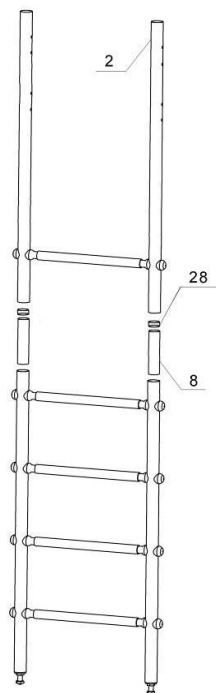

Рисунок 3
3.6. Установить нижнюю перекладину на верхнюю часть лестницы, как показано на рис. 3.
3.7. Используя соединительную втулку (поз.8) и стыковочное кольцо (поз.28) собрать верхние стойки (поз.2) с нижней частью лестницы как показано на рис.3. При сборке используется также крепеж (поз. 21, 31) и пластиковые элементы (поз. 25, 26)